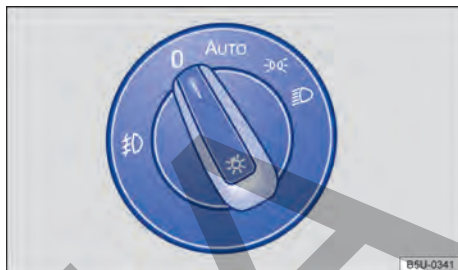

Fig. 61 En el panel: conmutador de las luces.
- Encender el farol de neblina ☽: el mando de las luces → fig. 61 debe estar en la posición ☞ o ☰. Tirar el conmutador hasta la primera posición.